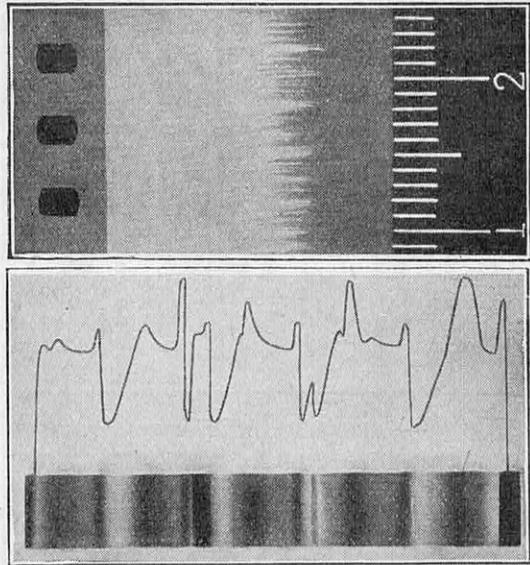

FIG. 3 ET 4. — ENREGISTREMENT SUR FILM SELON LES PROCÉDÉS A INTENSITÉ CONSTANTE OU A INTENSITÉ VARIABLE
casque téléphonique branché aux extrémités de l'électroaimant voisin du fil (fig. 3).
Le fil aimanté passant à la même vitesse et dans le même sens que pendant l'enregistrement, l'intensité variable de l'aimantation du fil produit des variations d'intensité du champ magnétique de l'électroaimant. Les impulsions d'induction qui en résultent reproduisent dans le téléphone le son primitif (fig. 3).
2° *Système photoacoustique ou du film sonore.* — Ce système a été décrit ici en détail (1). Rappelons que l'on distingue le système d'enregistrement à intensité variable et le système d'enregistrement à intensité fixe (fig. 3 et 4).